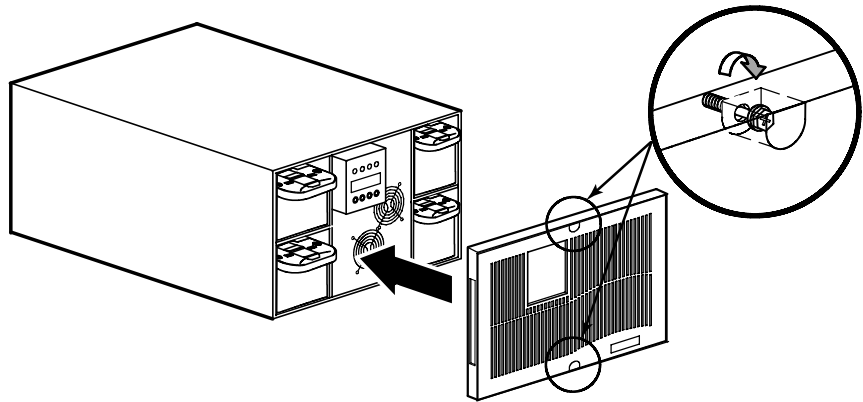

Figure 6. Réinstallation du panneau avant de l'onduleur
3. Réinstallez le panneau avant de l'onduleur et serrez ses deux vis (voir la Figure 6).